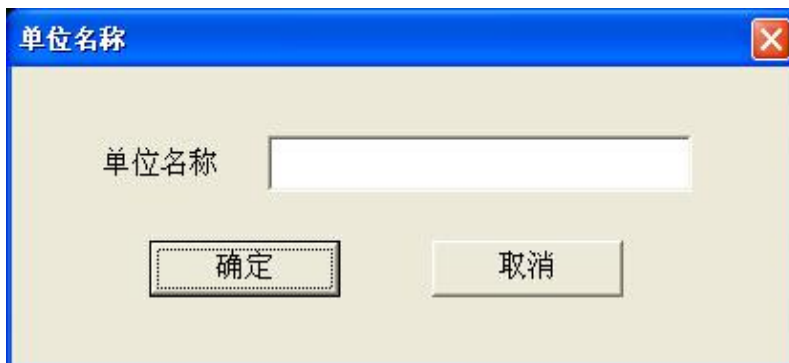

图 34
1.3.3 设置单位名称，选择此项目后，会打开一个要求输入单位名称的对话框，如图 34。按“确认”键保存输入，按“取消”键放弃输入，此项目设置的单位名称，只在打印报告中会反映 出来。